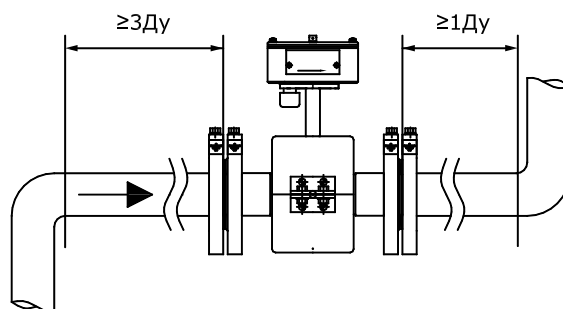

Рисунок 8.4
8.2.6 Расходомер необходимо располагать в той части трубопровода, где пульсации и завихрения минимальные. При установке расходомера необходимо обеспечить прямолинейные участки трубопровода длиной не менее 3 ДУ до и 1 ДУ после ППР (см. рисунок 8.4).